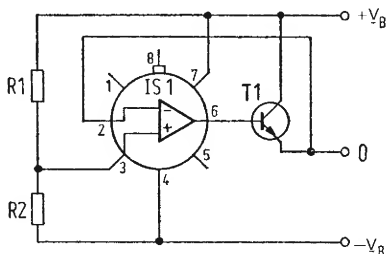

Fig. 3.06. Partitore di tensione elettronico per la generazione di un punto di zero di potenza.
Voi sapete che da sempre esiste il problema di dimezzare una tensione di alimentazione. Negli esempi precedenti si era usato un partitore ohmico che poteva sopportare la corrente dello strumento indicatore e dell'amplificatore operazionale senza una eccessiva caduta di tensione. Di frequente sono necessarie correnti superiori che non rendono più idoneo il solito partitore di tensione. Un amplificatore operazionale collegato come nel circuito di Fig. 3.06 risolve il problema con poca spesa e con la massima esattezza. La tensione intermedia (zero) è esatta come le resistenze R1 e R2. Se le due resistenze sono uguali e con tolleranza molto bassa, la tensione di zero è esattamente metà della tensione di alimenta-
**Lista componenti del partitore di tensione elettronico di Fig. 3.06**